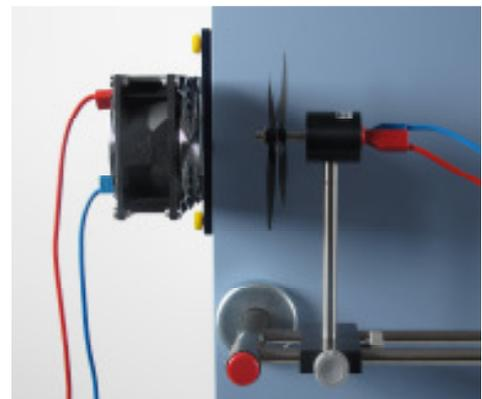

Abb. 2: Aufbau Gebläse und Windrad
- Der Abstand zwischen Windgenerator und Gebläse soll 5 cm betragen (Abb. 2).